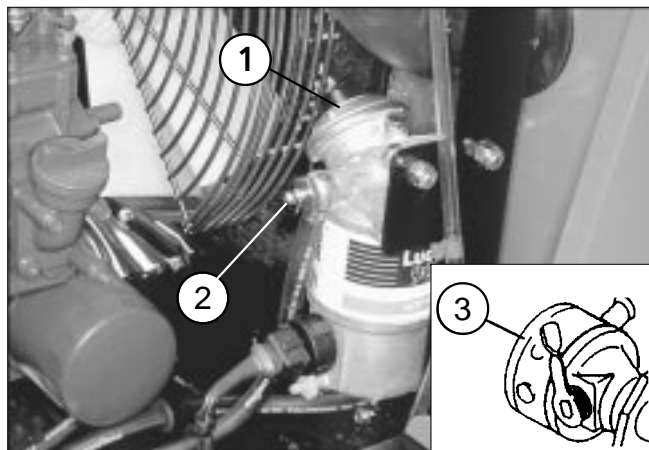

図13
2. プリードネジに5mm径のチューブをかぶせ、ネジから流れ出る燃料を容器に受けられるようにします（図13）。
3. 燃料フィルタのプリードネジ（図13）を数回転ゆるめ、プランジャ（図13）のポンプ動作で燃料を汲み上げます。燃料が連続的に流れるのがプラグの穴から見えてきたらOKです。流れが泡立っていないのをもう一度確認し、プランジャを下げてプラグを元通りに締めます。こぼれた燃料は拭き取ってください。